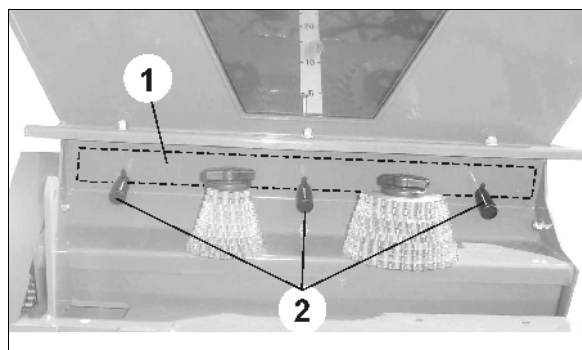

Fig. 40
4. Schrauben (Fig. 40/2) lösen, Absperrschieber nach oben schieben und somit öffnen; Schrauben wieder anziehen.